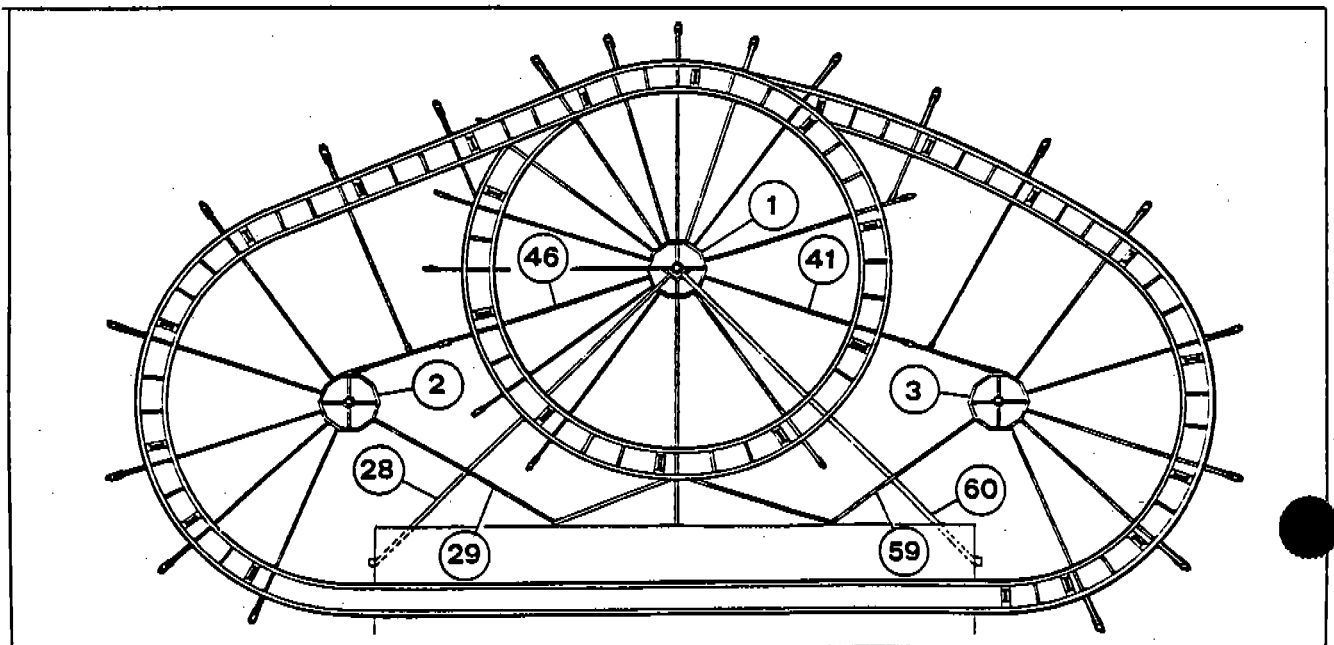
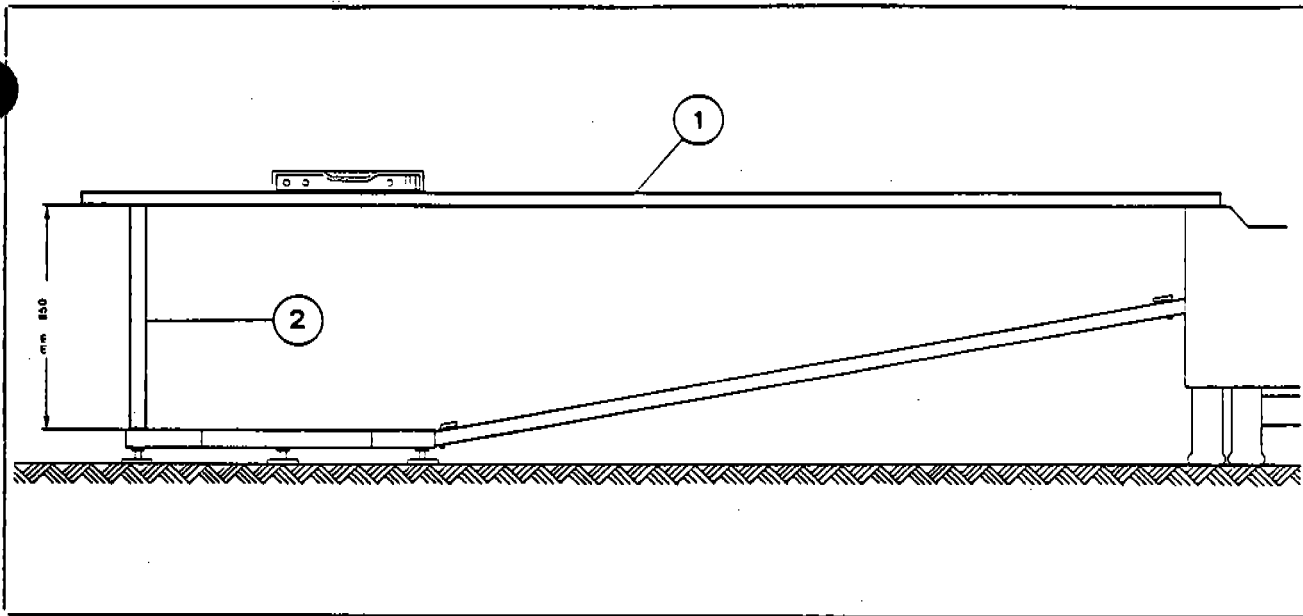
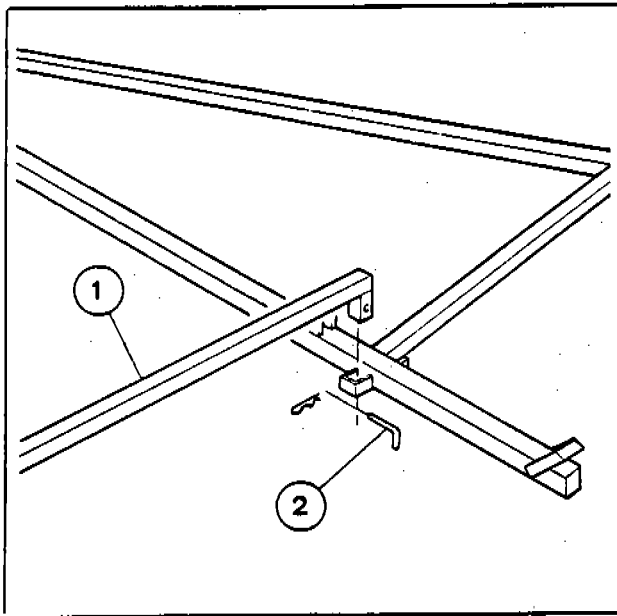

Fig. 18
Fig. 19
Fig. 20
a) Posizionare il centro (1-Fig. 18) servendosi dei tiranti (28-60-Fig. 18), rispettando i contrassegni alle estremità.
| <p>b) Level the center (Fig. 18-1) with the bars (Fig. 19, 1 and 2) or in case of flat ground, just position it at the right height.</p> <p>c) Position the other two center pieces (Fig. 18, 2 and 3) with the rods (Fig. 18# 29, 46, 41 and 59).</p> <p>d) Check the leveling, positioning the level on the rods (Fig. 18 # 41 and 46).</p> <p>e) Layout all rods (Fig. 18) securing them with pins and safety clips (be sure number and marks match).</p> <p>f) Insert the spacers (Fig. 20-1) between the rods (be sure all numbers and marks match), secure them with pins and safety clips.</p> | <p>b) Livellare il centro (1-Fig. 18) con tirante (1-Fig. 19) e distanziale (2-Fig. 19) in dotazione. Oppure senza distanziale, rispettando però la quota indicata mm. 950.</p> <p>c) Posizionare i centri (2-3-Fig. 18) e collegarli tra di loro con i tiranti (29-46-41-59-Fig. 18).</p> <p>d) Controllare il livellamento tra i centri, posizionando la bolla sui tiranti (46-41-Fig. 18). Se necessario, agire sui piedini registrabili.</p> <p>e) Posizionare tutti i tiranti di base (Fig. 18), inserendo le relative spine e copiglie. Fare attenzione che i contrassegni riportati sul centro e sull'estremità tirante corrispondano. Controllare il livellamento con bolla. Se necessario agire sui piedini registrabili.</p> <p>f) Posizionare i distanziali (1-Fig. 20) tra i tiranti, facendo attenzione che i contrassegni riportati all'estremità del distanziale corrispondano al rispettivo attacco sul tirante. Inserire le rispettive copiglie di fermo (2-Fig. 20).</p> |